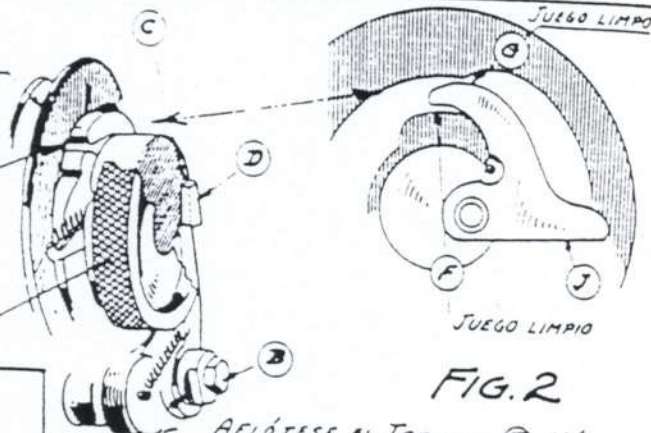

FIG. 2
AFLÓJESE EL TORNILLO B. HÁGASE GIRAR LA EICÉNTRICA (E) QUE AJUSTARÁ EL TRINQUETE (D) CONTRA EL REBORDE (C). AJÚSTESE A SUBIR O BAJAR HASTA QUE HAYA UN JUEGO EN EL FIADOR (J) COMO SE VE EN LA FIG. 2, ENTRE LA LEVA Y RUEDA EN (F) Y LA LEVA EN LA POLEA, EN (G). EL AJUSTE DEBE HACERSE CUANDO ESTÉ TRABADA LA RUEDA DE LAS PUNTADAS, DE LA DERECHA.